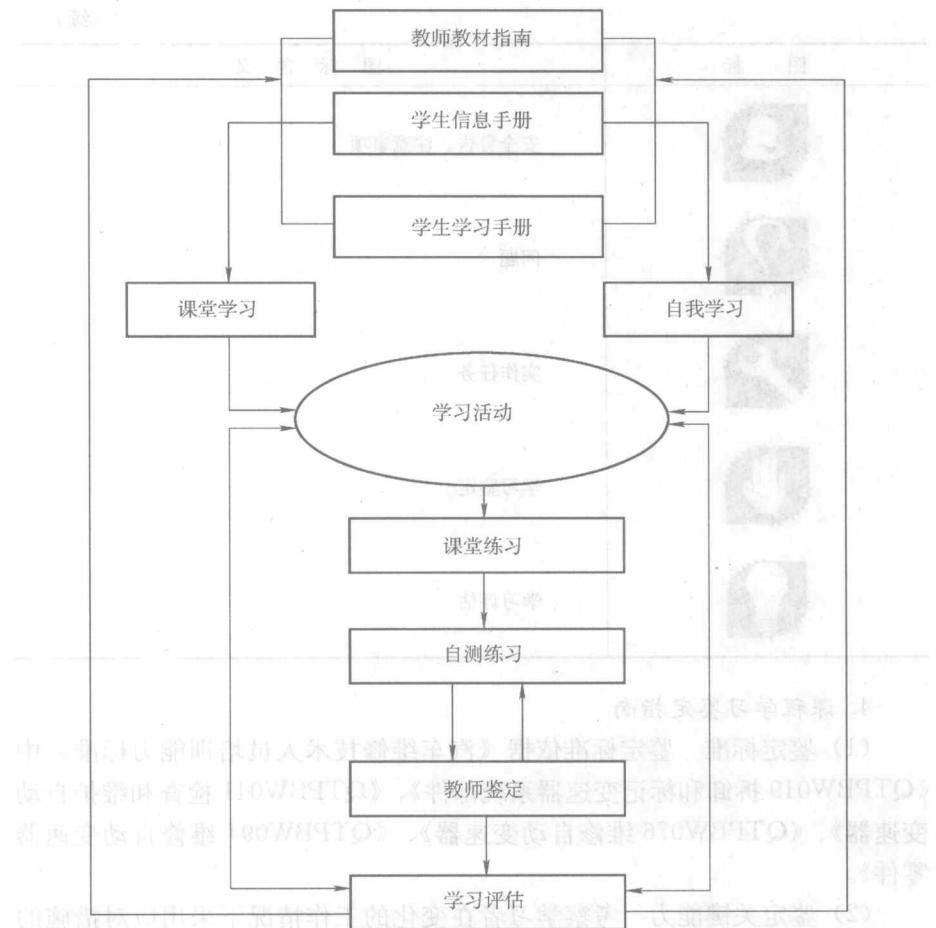

图 0-1 教学（学习）步骤
(2) 学习步骤 学生可以按照本书在课堂学习(包括实习场地),也可以根据自己具备的基本能力,按照本书自己制定学习计划学习。其教学(学习)步骤如图 0-1 所示。